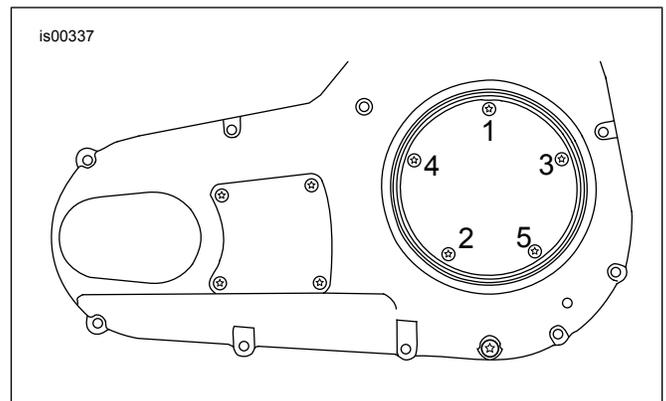

Figura 1. Secuencia de apriete, cubierta de inspección del embrague
6. Coloque una arandela en la rosca de uno de los tornillos. Aplique unas gotas de Loctite 243 a las roscas de los tornillos. Inserte el tornillo a través del agujero superior de la cubierta de inspección del embrague (posición 1 en Figura 1) y cuidadosamente instálelo completamente a través del agujero triangular en la junta. No empuje el tornillo a través del agujero.
8. Apriete los tornillos a 10–12 N·m (84–108 in-lbs) en la secuencia mostrada en Figura 1.